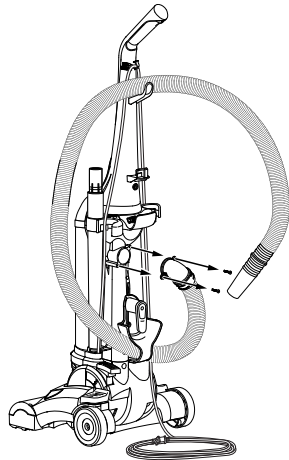

FIG. 18
Step 2: Remove electrical cord from cord hooks. Disconnect the clear tube by unscrewing the 2 screws, then lift away from cleaner. Check for any obstructions that may be in the tube or hose. Any obstructions can be removed by using a blunt instrument to clear the tube or hose. Flexing the hose may help loosen the blockage. After clearing blockage, reverse above steps to reassemble unit (FIG. 18).
Paso 2: Retire el cordón eléctrico de los ganchos. Desconecte el tubo transparente destornillando los dos tornillos y retírelo de la aspiradora. Verifique que no haya ninguna obstrucción en el tubo o la manguera. Puede remover cualquier obstrucción usando un instrumento sin filo para destapar el tubo o la manguera. Si dobla la manguera ayudará a liberar la obstrucción. Después de remover el bloqueo, invierta los pasos anteriores para volver a ensamblar la unidad (FIG. 18).